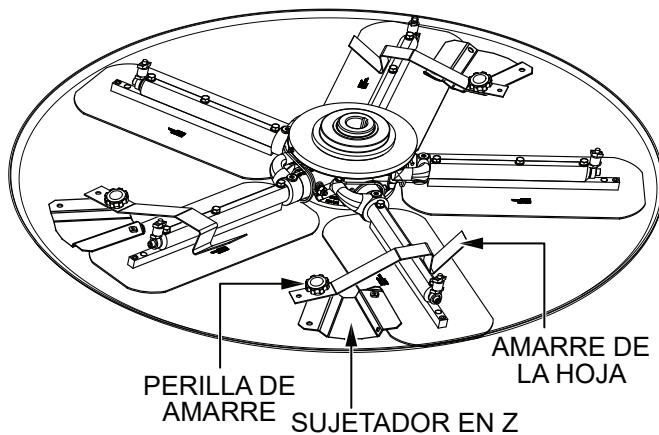

Figura 55. Instalación de los discos de flotación (sujetadores en Z)
3. Fije los amarres de las hojas en el lado alejado de los sujetadores en Z usando las perillas de amarre según se muestra en la Figura 55.